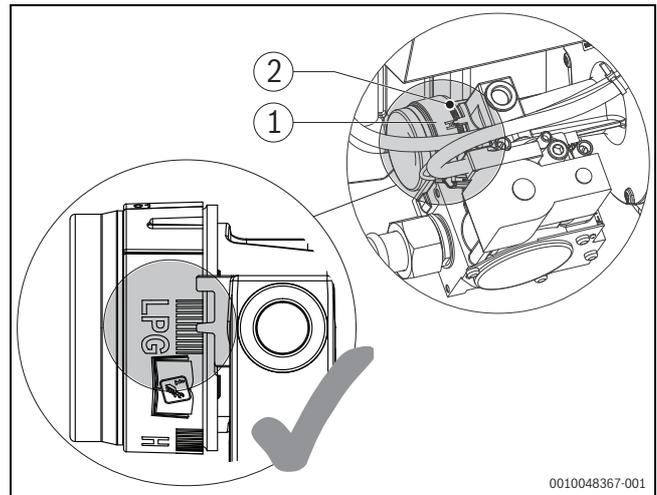

Bild 13 Voreinstellung der Einstelldüse ändern
- ▶ Einstelldüse auf den mittleren Skalenstrich des Flüssiggas-Einstellbereichs einstellen (→Bild 13). Dabei wird die werkseitige Versiegelung aufgebrochen.